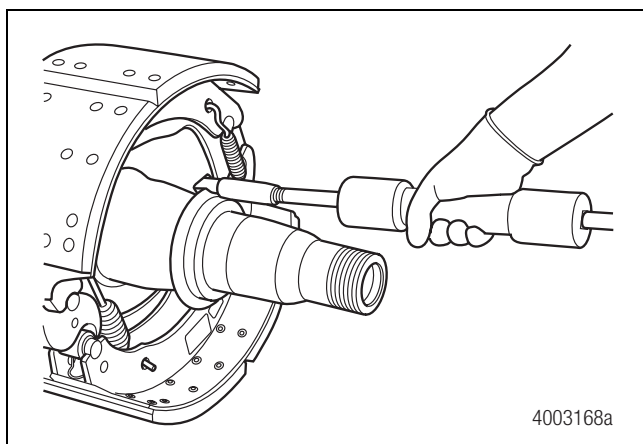

Figura 3.10
13. Un método alternativo consiste en usar un martillo deslizante con un gancho en el extremo de la herramienta. Figura 3.10.